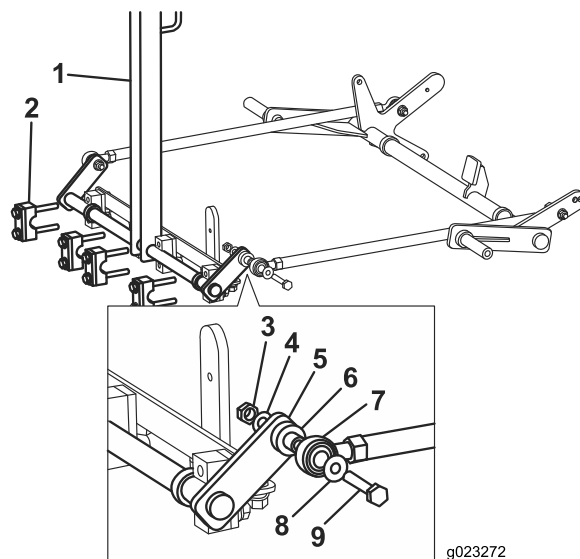

Figure 4
2. Insérez le boulon dans la rondelle et l'extrémité de la tige, la bague, la barre, la rondelle, et fixez avec l'écrou (Figure 4). Ne serrez pas les écrous. Les écrous doivent être desserrés pour permettre le réglage ultérieur de la barre de remorquage.